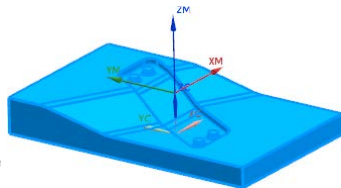

图 14.4 部件几何体
Step3. 在图形区中选取整个零件为部件几何体，如图 14.4 所示。在“部件几何体”对话框中单击 **确定** 按钮，完成部件几何体的创建，同时系统返回到“工件”对话框。